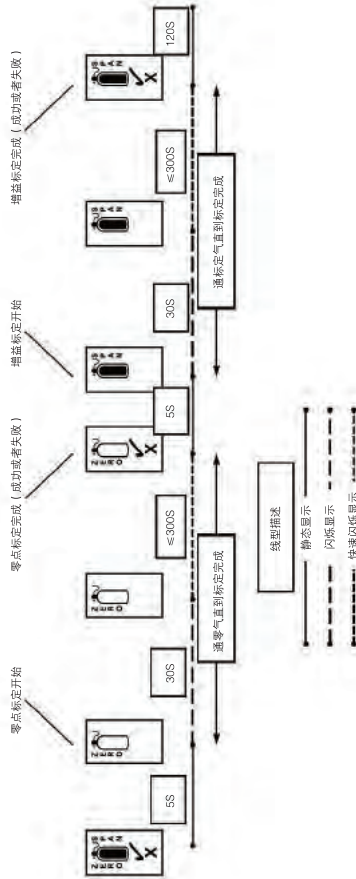

图11 标定流程图
注意：建议在标定开始前需要连接好所有的标定附件，以便在图11中的合适的时间内可以通入测试气体。
- 3) 假如用户可以确保环境中没有可燃气，此环境气可以作为探测器的零点标定气。(图11是标定流程图)